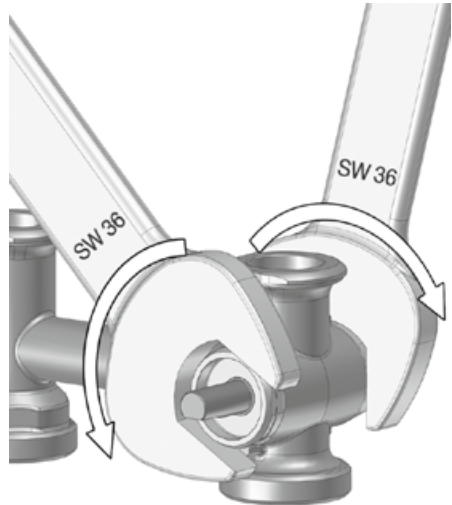

Abb. 19
3. Muffe (1), Mischerküken (2) und Messingstopfen (3) gemäß Abbildung 19 in Armaturgehäuse einsetzen.